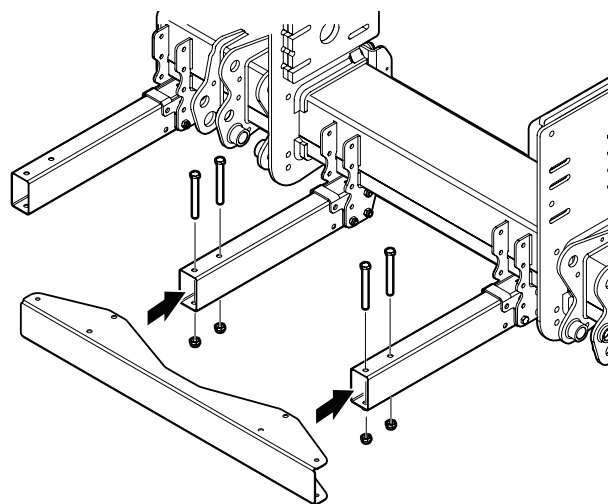

Bild 30. Montering av inre plåtprofil
2. Montera den mittre plåtprofilen med 4 skruvar M12x110 på konsolerna. Se Bild 30.